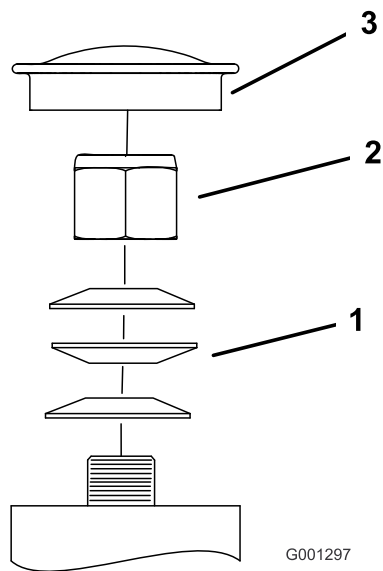

Figure 56
3. Déposez le capuchon protecteur de la roue pivotante et serrez le contre-écrou (Figure 56).
4. Continuez de serrer le contre-écrou jusqu'à ce que les rondelles élastiques soient aplaties, puis desserrez-le d'un quart de tour pour obtenir la précharge correcte des roulements (Figure 56).
- Important:** Veillez à placer les rondelles élastiques correctement, comme montré à la Figure 56.
5. Reposez le capuchon protecteur (Figure 56).